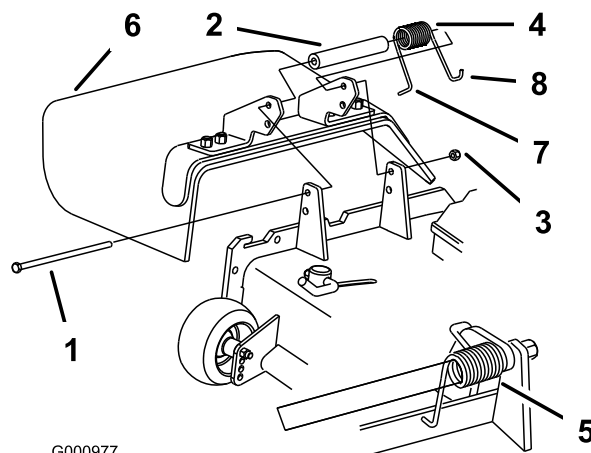

Figure 97
de pivot (Figure 97). Enlevez le déflecteur s'il est endommagé ou usé.
Remarque: Prenez soin de placer l'extrémité en L du ressort derrière le bord du tablier avant de mettre le boulon en place, comme indiqué à la Figure 97.
3. Remettez le boulon et l'écrou. Accrochez l'extrémité en J du ressort au déflecteur d'herbe (Figure 97).